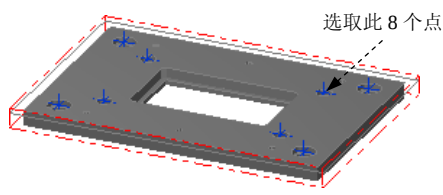

图 2.25 定义钻孔点
Step1. 选择下拉菜单“刀具路径” → “D 钻孔”命令，系统弹出“选取钻孔的点”对话框，选取图 2.25 所示的圆的中心点（共 8 个）为钻孔点，然后单击“✓”按钮，完成排序方式的设置。